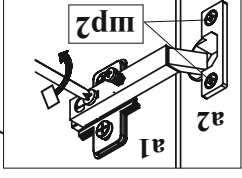

Рис. 5
5.9. Положить дверь **4** на ровную поверхность и закрепить на ней петли шарнирные **а2** шурупами **шр2** с помощью крестообразной отвертки. Досверлить отверстия под ручки в зависимости от открывания дверей. Диаметр отверстия под ручку **5 мм!** В сквозные отверстия с внутренней стороны вставить винты, снаружи совместив отверстия ручек **р1** с резьбой винтов, вкрутить винты при помощи крестообразной отвертки, придерживая ручку (рис.5).